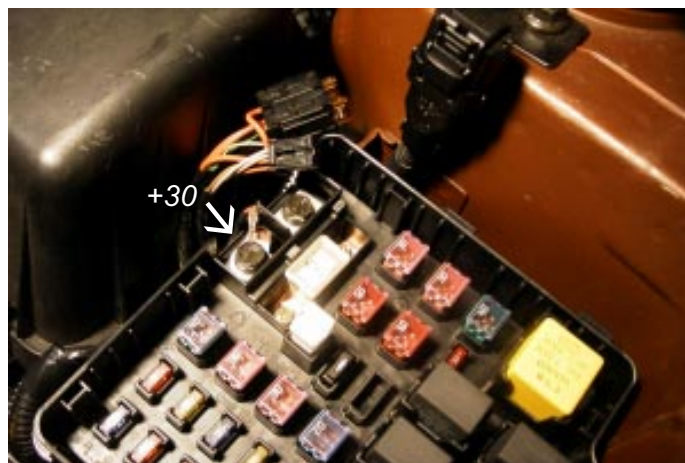

fig. 12.
8. Voeding. De rode voedingsdraad (+30) aansluiten m.b.v een kabeloog aan de bout van de hoofdzekering rechtsachter in de fusebox. Zie fig. 12. De groen/zwarte voedingsdraad (+15) aansluiten bij de blauw/witte draad van de injectoronderbreking. Plaats de zekeringen in de houders (+30=7,5A, +15=3A). Plaats deze samen met de Monio-connector onder de afdekking van de fusebox.